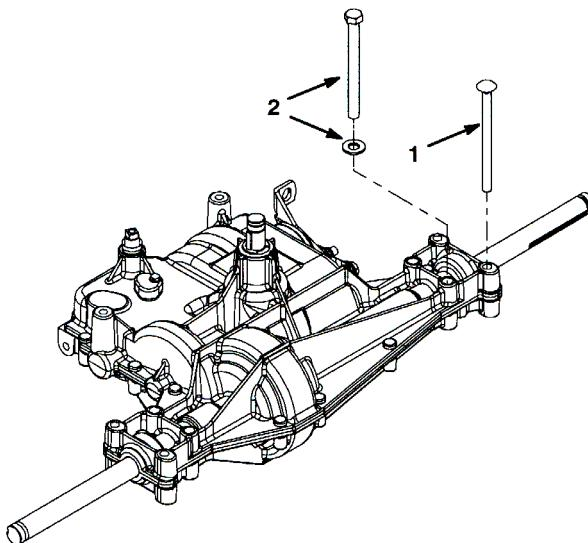

図2
4. 外したボルトに代えて 5/16 x 4-1/2 in キャリッジ・ボルト 2本を取り付ける(図2)。
5. 各トランス・アクスルの端部にある未使用の後部取り付け穴に 3/8 x 4 in キャップスクリュと 0.406 x 0.813 ワッシャを取り付ける(図2)。